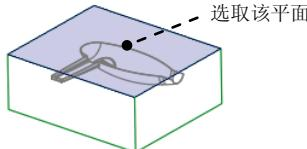

图 8.36 定义封闭面
④ 定义封闭面。根据系统 **选择或创建一平面，盖住闭合的体积块。** 的提示，选取图 8.36 所示的平面为封闭面，此时系统显示“封合”菜单。